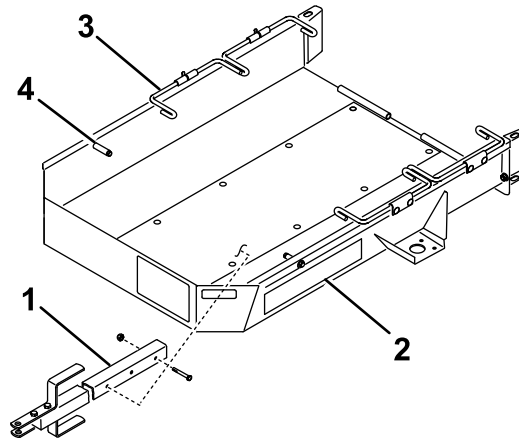

Figura 1
- Monte o conjunto do garfo no suporte de montagem na parte inferior da plataforma de reboque com dois parafusos ($\frac{3}{8}$ pol. x $2\frac{3}{4}$ pol.) e duas porcas de bloqueio (**Figura 1**).
4. Mova o acelerador até à posição mais lenta e **lentamente** conduza a máquina para o reboque até que as rodas de transporte entrem em contacto com os batentes do reboque (Figura 1).
- Incline o primeiro conjunto das barras da roda para baixo para trás das rodas de transporte (Figura 1).